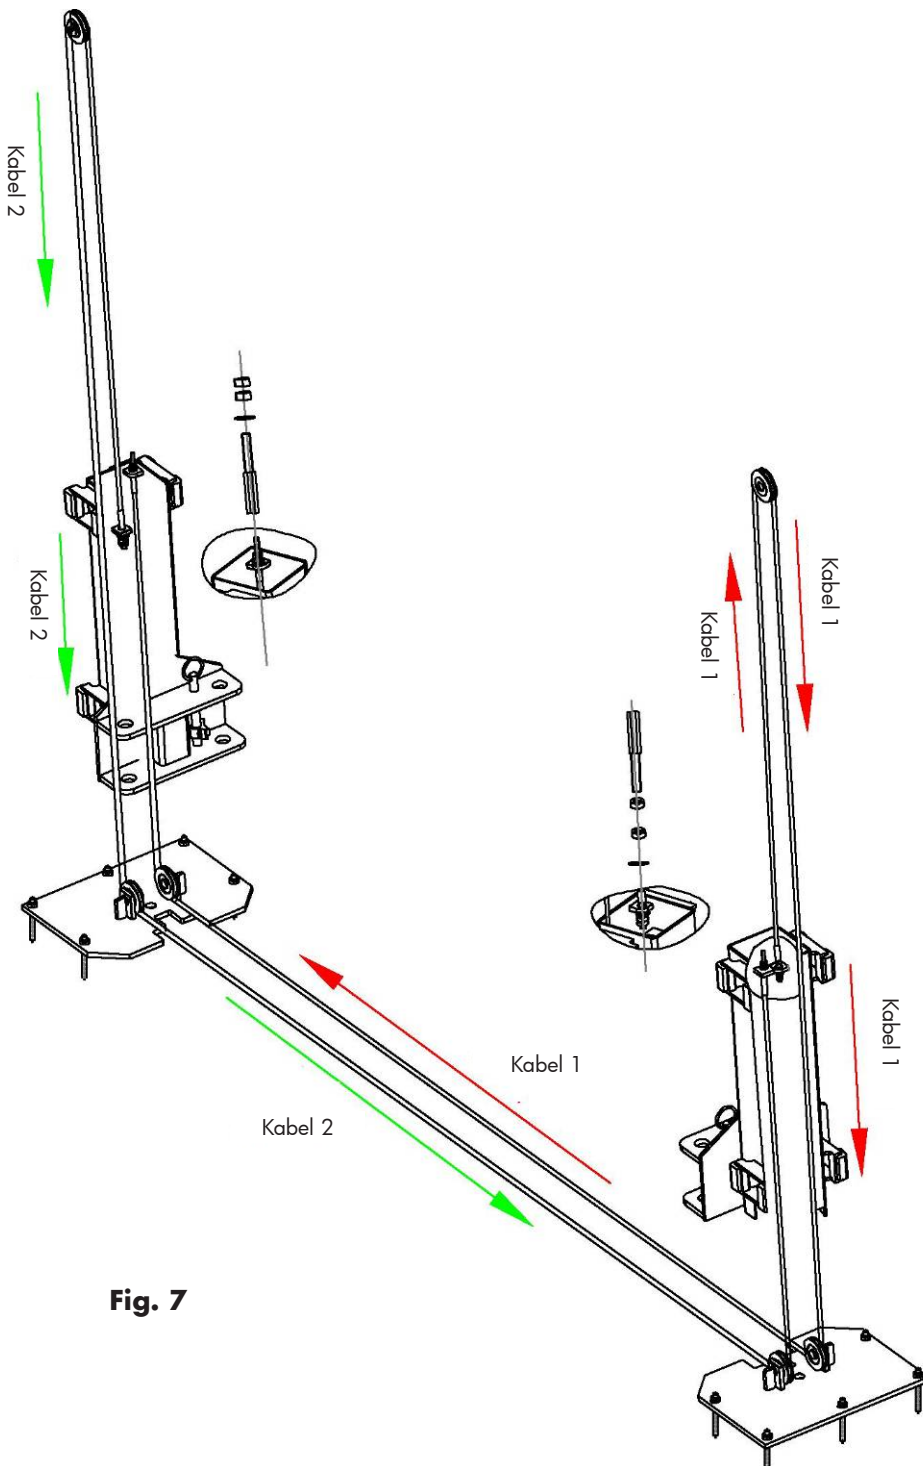

Fig. 7
7. Sluit de staalkabels aan (fig. 7).